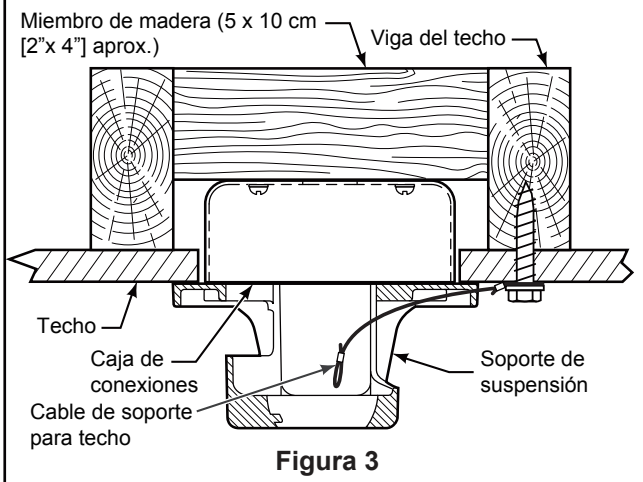

Figura 3
3. Vuelva a colocar la carcasa superior en la unidad del motor usando los tornillos extraídos anteriormente. (Figura 3)
3. Introduzca los cables de color rojo, gris, amarillo cables y cable de seguridad a través de la varilla. (Figura 3)
1. Perfore un orificio de 1/4" en la estructura del edificio para evitar grietas con la instalación del tornillo de intervalo. Utilice el tornillo de intervalo de 3/8"x 2" y la arandela plana para fijar el cable de seguridad a la viga del techo o a la estructura de madera. Dicho tornillo pasará a través de arandela plana, la presilla del cable de seguridad y se fijará en la estructura del edificio. (Figura 3)
- NOTA:** el cable de soporte para techo no se puede asegurar solamente a la caja de conexiones; se debe asegurar directamente a la viga de techo o miembro estructural con el tornillo de cabeza cuadrada de 3/8"x2" y la arandela plana. (Figura 3)